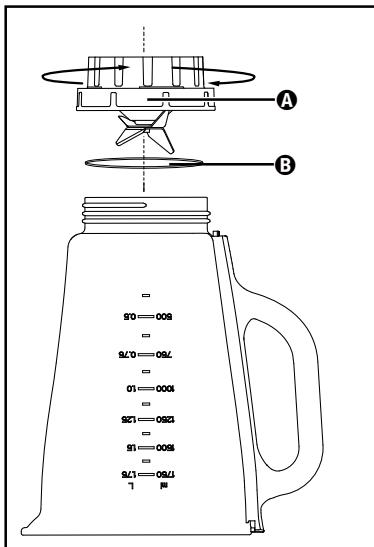

Fig. 3
- 2) Renversez l'appareil et tournez le bloc de lames ④ avec les lames ④ dans le sens anti-horaire afin qu'il se détache de la partie en verre du bol mixeur ③ (voir fig. 3).